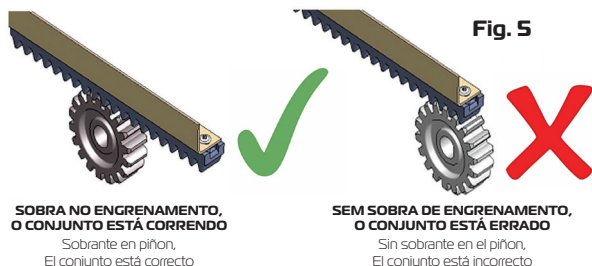

Fig. 5
2- A cremalheira terá que ter uma sobra de dentes com relação à engrenagem de saída, pode verificar este caso com o portão totalmente aberto ou fechado (fig. 5). Se não há esta sobra você poderá ter alguns transtornos como exemplo o não engrenamento do conjunto.
*2- La cremallera debe tener dientes sobre el engranaje de salida, puede verificar esto con la puerta completamente abierta o cerrada (fig. 5). Si no queda sobra, puede tener algunos inconvenientes como ejemplo de que el equipo no está engranchado.*